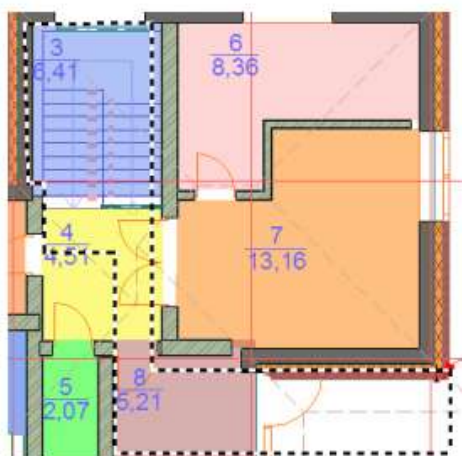

Рисунок 8.23
2. Активируйте инструмент **Бегущая рамка**, выберите геометрический вариант **Многоугольник** и метод выбора **На всех этажах**, затем постройте многоугольник выбора (рисунок 8.23).